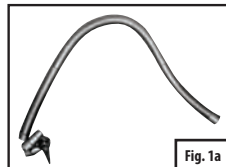

Fig. 1a - Furtun și adaptoare de joasă presiune
- Pompa dvs. include 2 furtunuri cu diferite adaptoare de supapă. Vă rugăm să vă familiarizați cu aceste adaptoare de supapă înainte de a utiliza pompa (vezi Fig. 1a, 1b și 2a, 2b de mai jos).